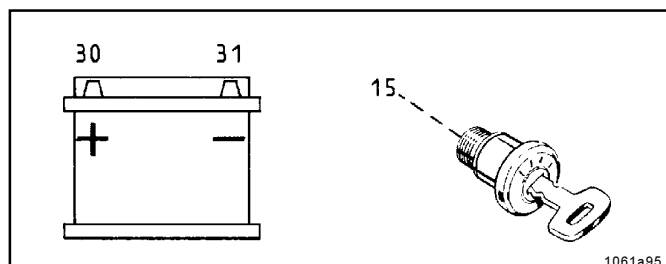

Abb.5 - Batteriespannung und Fahrtschalter
- saugt der Kolben 2 jedes Pumpenelementes Schmierstoff aus dem Behälter an, siehe Bild 5.